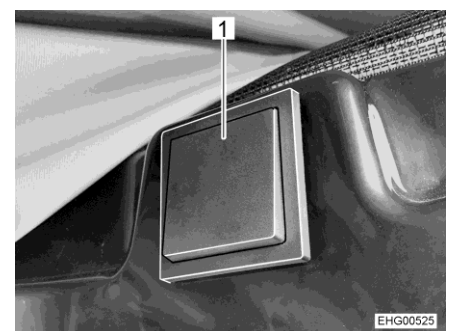

Bild 37 Taster für elektrische Entriegelung
Der Taster für die elektrische Entriegelung (Bild 37) ist auf der rechten Seite im Bereich über der Schiebetür angebracht.
- Taster (Bild 37,1) mindestens 2 Sekunden lang drücken.